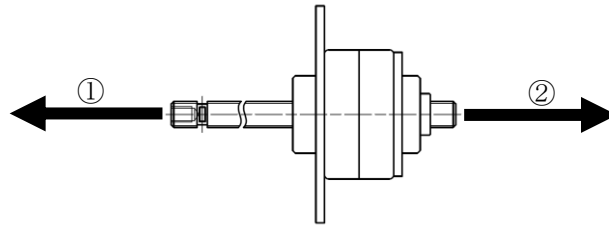

图 1 5 输出轴的动作方向
直线步进的构造上、如将丝杠往输出端施力的时候（图 1 5①的方向）、马达内部的预压弹簧的方向和丝杠所承受的方向为一致、所以可以稳定动作。
反之、将丝杠往反输出端施压的话（图 1 5②的方向）、马达内部的预压弹簧的方向和丝杠所承受的力量的方向为相反的话、会造成比预压弹簧的力道还要大的负载、让预压弹簧被压缩 造成动作有时会不稳定。②的往反输出端施压的时候须注意并确认动作。